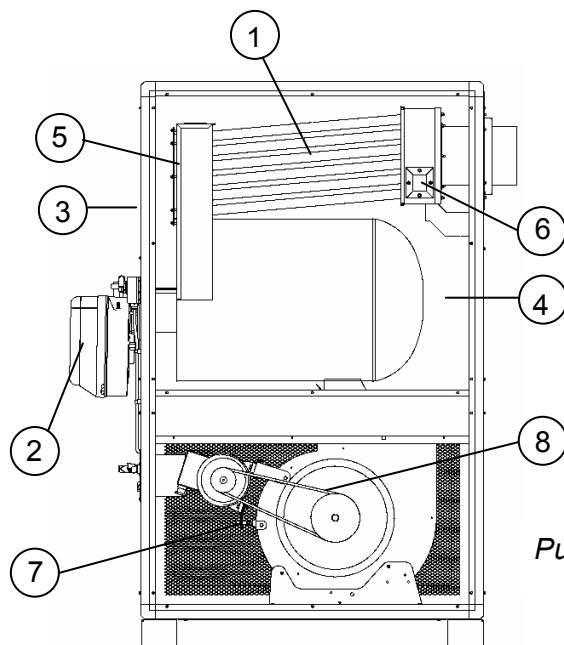
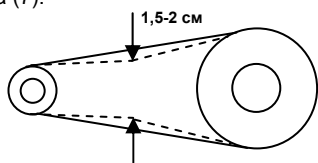

Рис. 2
Рис.3
Эти работы следует проводить как минимум раз в год или по мере необходимости – в конце отопительного сезона. Из камеры сгорания и обменника следует удалить сажи. Причиной образования слишком большого количества сажи может быть дефектный дымоход, плохой монтаж горелки или низкое качество топлива. Наличие чрезмерного количества сажи можно по тому, что генератор будет самопроизвольно выключаться. Доступ к камере сгорания (Рис.2) и обменнику (1) возможен только после откручивания горелки (2), снятия панели корпуса (3, 4) и панелей, закрывающих камеру сгорания (5, 6).
Минимум раз в год или по мере необходимости следует проверять натяжение клиновидного ремня (8) (Рис.2). Ремень следует натянуть одной рукой посередине (Рис.3) – прогиб должен составлять 1,5-2 см. Если прогиб значительно отличается от указанного, то следует его отрегулировать при помощи шурупа (7).